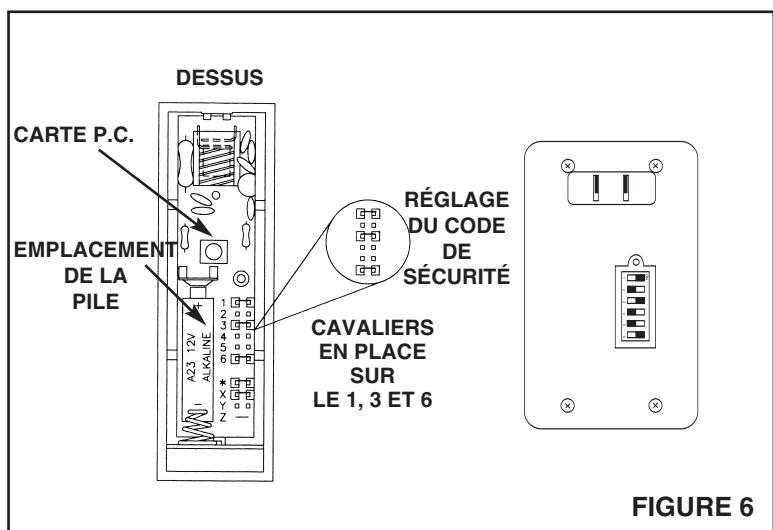

FIGURE 6
2. Consultez la Figure 6. Réglez les commutateurs du récepteur de façon qu'ils correspondent à ceux du transmetteur. Les jarretières du transmetteur doivent correspondre aux commutateurs réglés à ON dans le récepteur. Par exemple, si la jarretière 1 est installé, le commutateur 1 doit être en position ON.